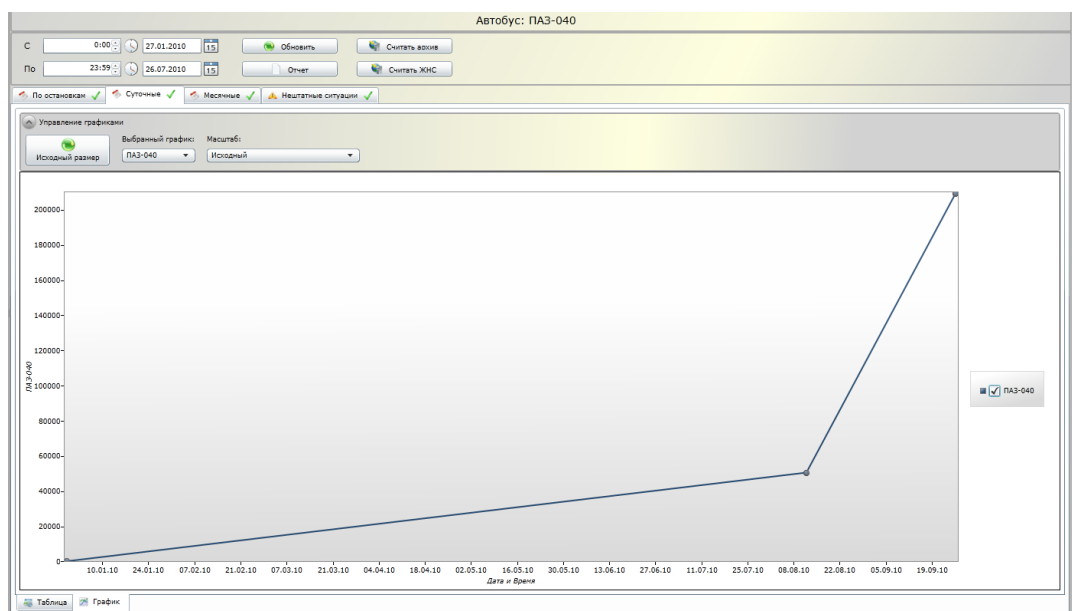

Рисунок 8.8. Графическое отображение архивной информации.
- **График** – содержит график, построенный по значениям архивных записей, в зависимости от настроек графика, заданных на панели управления (см. рисунок 8.8).